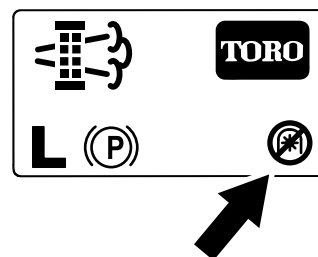

Figure 48
**Remarque:** L'écran d'accueil affiche l'icône de PDF désactivée (Figure 48).
**Remarque:** L'écran d'accueil affiche l'icône de PDF désactivée; voir Figure 48 à la section Messages de régénération en stationnement (page 41).